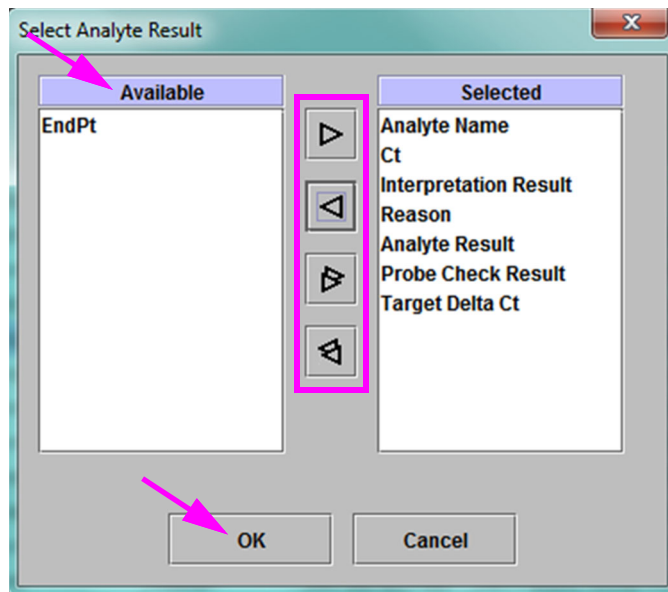

Figura 5-58. Caseta de dialog Selectare rezultat analizat
- Butonul **Rezultat analizat (Analyte Result)** îi permite utilizatorului să selecteze anumite informații care trebuie incluse în secțiunea **Rezultat analizat (Analyte Result)** a raportului (consultați Figura 5-58).